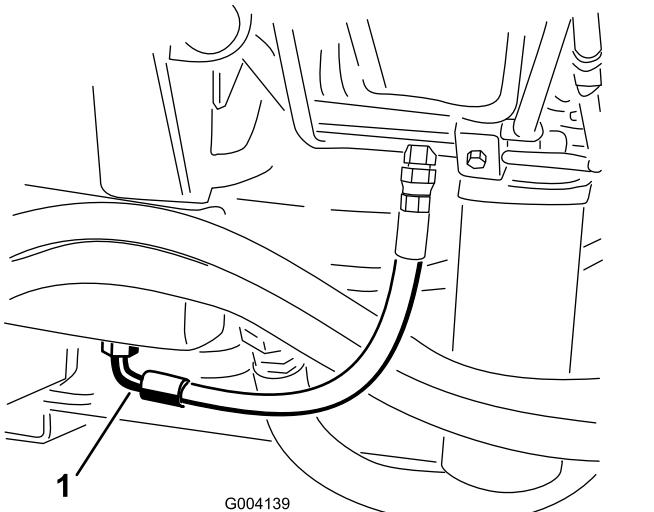

図 70
2. タンク図 70 の下についているフィッティングの下に、オイルを受ける大型の容器を置く。